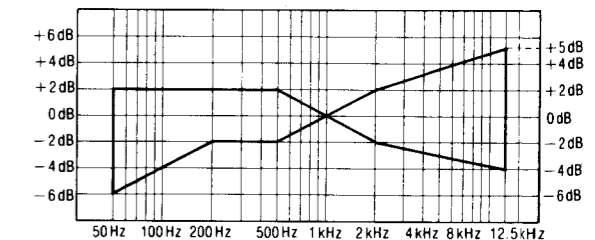

Fig. 8
5. Après cela, amplifier le signal enregistré sur la bande vierge CrO2 (QZZCRX) et la bande vierge métallisée (QZZCRZ) jusqu'à 12,5kHz et régler de la même manière que celle mentionné ci-dessus. Puis, vérifier que le niveau de fréquence soit en deçà de la plage montrée à la Fig. 8.